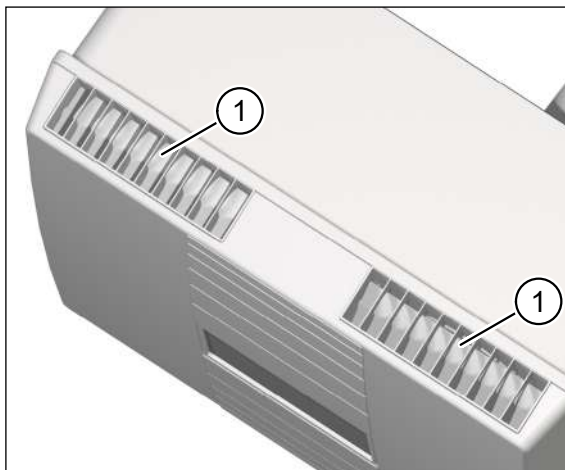
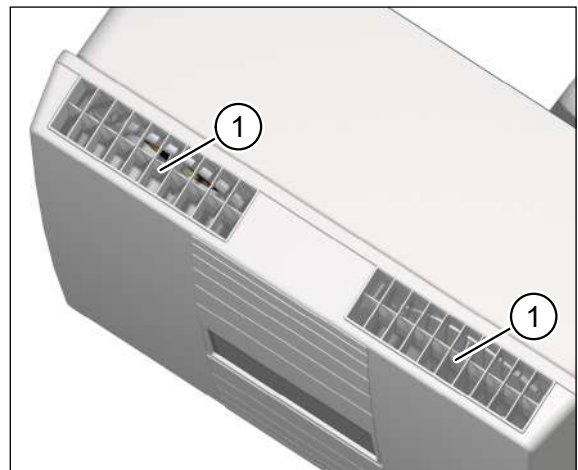

Abb. 11: Luftklappen geschlossen
Abb. 12: Luftklappen geöffnet
- ▶ Überprüfen Sie, dass die Öffnungen für Abluft und Zuluft (siehe Abb. 11 und Abb. 12) frei sind.
- ▶ Überprüfen Sie die Stellung der Luftklappen (siehe Abb. 11 und Abb. 12) an der Abluft- und Zuluftöffnung.
- Ist das Lüftungsgerät ausgeschaltet oder stromlos, sind beide Luftklappen geschlossen (siehe Pos. 1 in Abb. 11).
- Beim Einschalten öffnen sich beide Luftklappen (siehe Pos. 1 in Abb. 12).
- ▶ Schalten Sie das Lüftungsgerät für den Luftfilterwechsel immer am Netzschalter (Pos. 1 in Abb. 10 auf Seite 21) aus. Bei Lüftungsgeräten mit Option M-WRG-II O/NOF muss das Gerät mit Hilfe des bauseitigen Leitungsschutzschalters stromlos geschaltet werden. Anderenfalls verhindern die geöffneten Luftklappen (siehe Abb. 12 auf Seite 22) das Entfernen und Einsetzen der Filterpatronen.